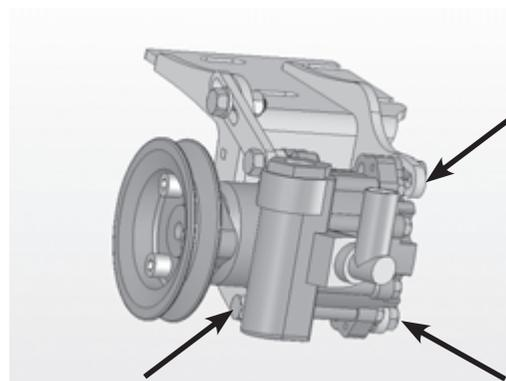

Рис. 2.2.3.4-2
3. Натяните ремень, сдвигая насос от корпуса подшипника, как показано на рис. 2.2.3.4-2. Для передвижения насоса предназначен винт с правой стороны